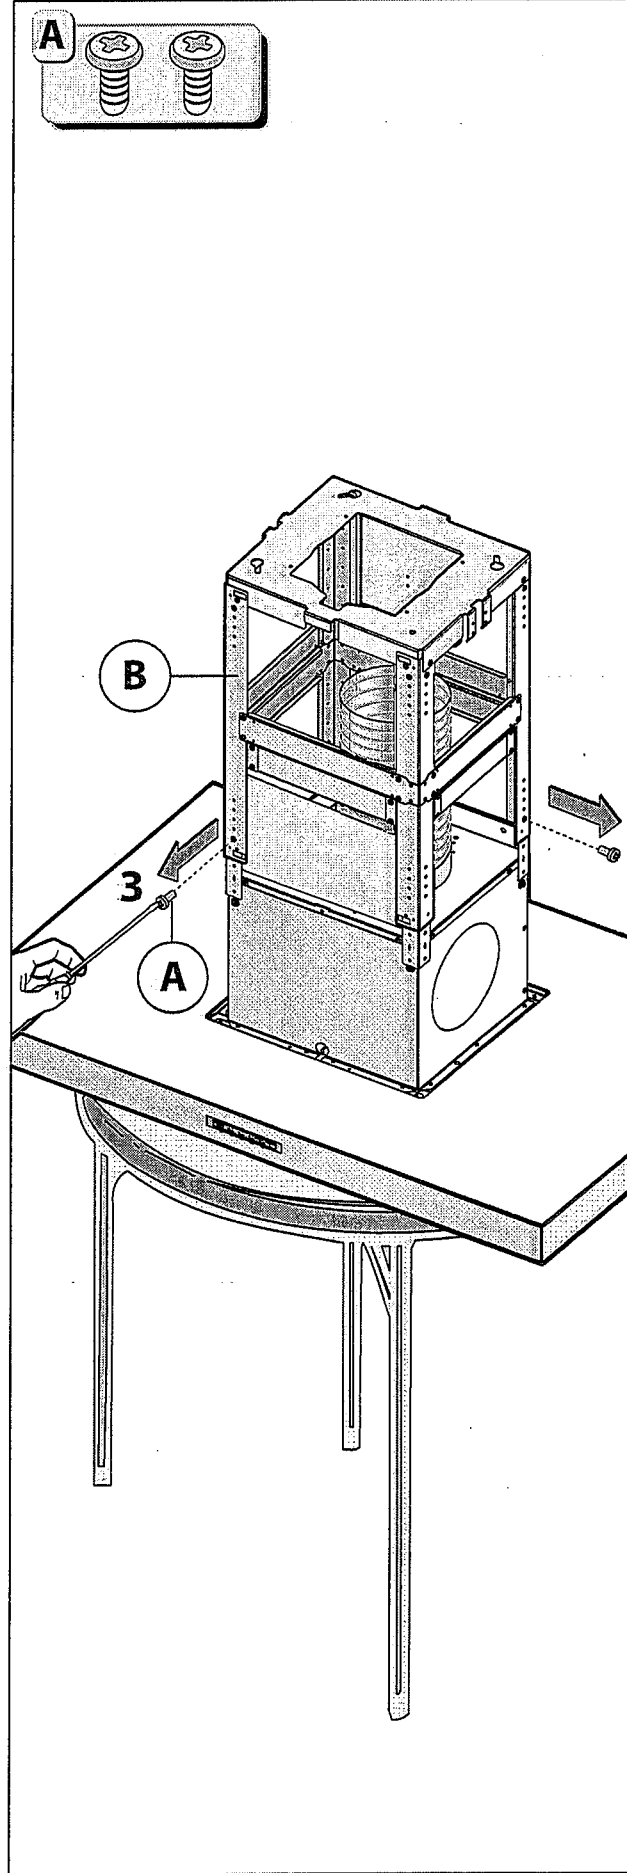

Fig.4
- Enlever les 2 vis **A** qui tiennent fixée la structure supérieure **B** à la structure inférieure **C**, comme l'indique la fig.4.